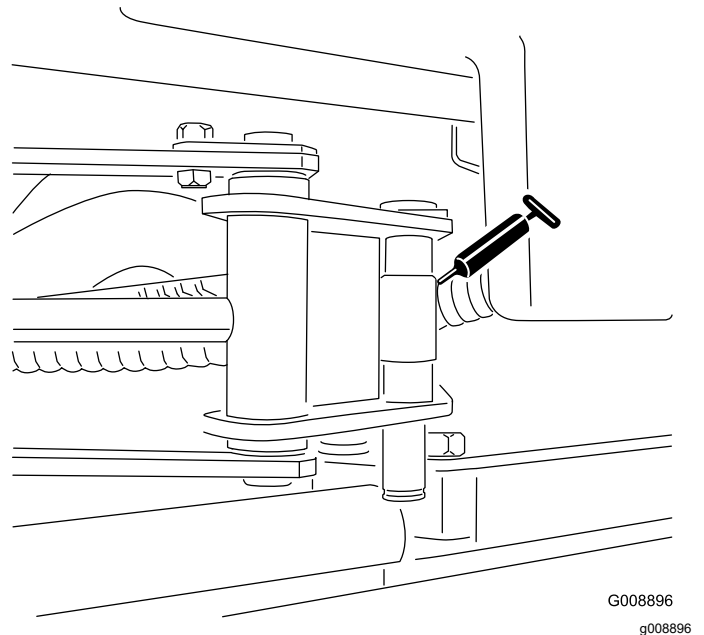

Bild 62
- SideWinder-Zylinderenden (zwei Schmiernippel; nur Modell 03171 – Bild 62)